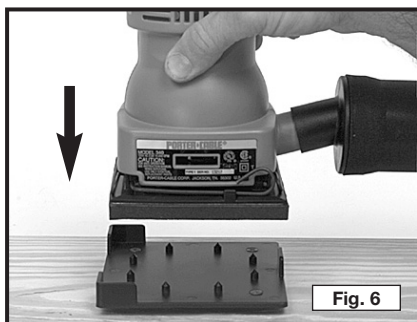
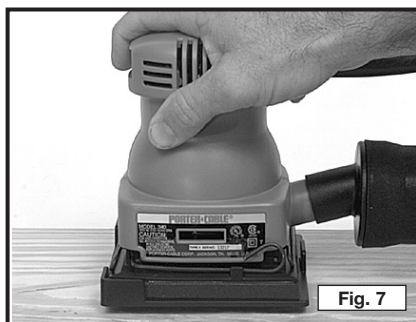

Fig. 6
Fig. 7
2. Positionnez la ponceuse contre le poinçon (voir Fig. 6), en alignant le patin de la ponceuse sur les deux guides d'angle du poinçon. Poussez la ponceuse sur le poinçon jusqu'à ce qu'elle soit calée (voir Fig. 7).